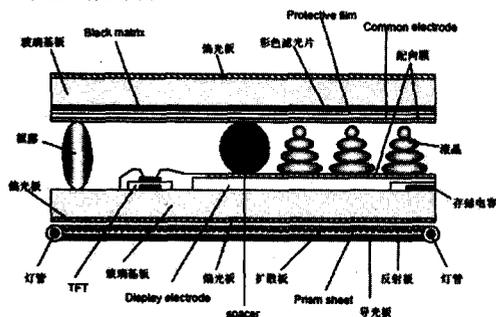
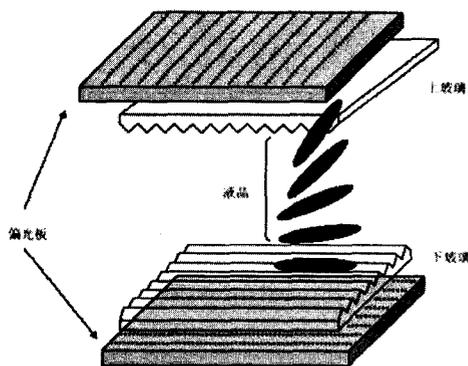

图1
图2
(1) 玻璃基板与配向膜。上下两层玻璃主要是夹住液晶用的。如图1中,在下面的那层玻璃装有TFT,而上面的那层玻璃则贴有彩色滤光片(Color filter)。如图2中所示这两片玻璃在接触液晶的那一面,并不是光滑的,而是有锯齿状的沟槽。这个沟槽的主要目的是希望长棒状的液晶分子,会沿着沟槽排列。这样液晶分子的排列才会整齐。如果是光滑的平面,液晶分子的排列便会不整齐,造成光线的散射,形成漏光的现象。图1中配向膜(也叫定向膜)的功用就像下图中玻璃的凹槽一样,提供液晶分子呈均匀排列的接口条件,让液晶依照预定的顺序排列。